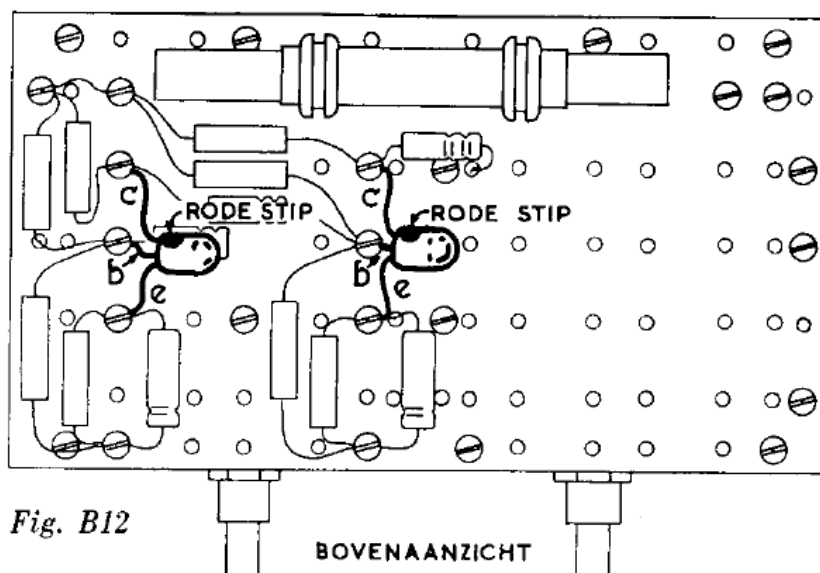

Fig. B12
21. Aan de bovenzijde van de montageplaat moeten twee transistors OC 13 worden aangebracht (fig. B12). Buig de draadjes voorzichtig zó, dat de transistors recht op staan. Zie ook fig. B13. Let op de rode stip! Zet de aansluitdraadjes goed, maar toch voorzichtig vast.
3. Heb je de aansluitdraden van de transistors niet verwisseld? Let op de positie van de rode stip (fig. B12 en B14).